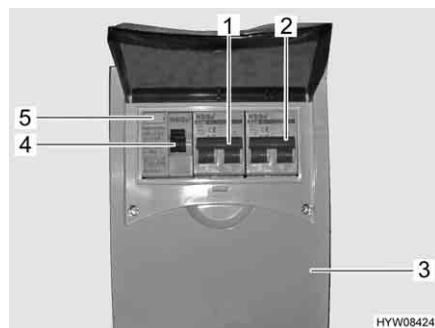

Fig. 84 Scatola dei fusibili a 230 V con interruttore di sicurezza e interruttore automatico FI
Un interruttore di sicurezza per correnti di guasto (interruttore automatico FI) (Fig. 84,4) nella scatola dei fusibili (Fig. 84,3) protegge l'intero veicolo da correnti di guasto (0,03 A).
L'interruttore di sicurezza collegato in serie (10 A) (Fig. 84,1) protegge le prese da 230 V, la centralina elettrica, il caricabatteria supplementare e il frigorifero.
Per veicoli con accessori opzionali, p. es. l'impianto di climatizzazione a tetto, un ulteriore interruttore di sicurezza (16 A) (Fig. 84,2) protegge l'apparecchio.
- Se il veicolo è collegato all'alimentazione a 230 V, premere il tasto di controllo (Fig. 84,5). L'interruttore di sicurezza per correnti di guasto (FI) deve scattare.